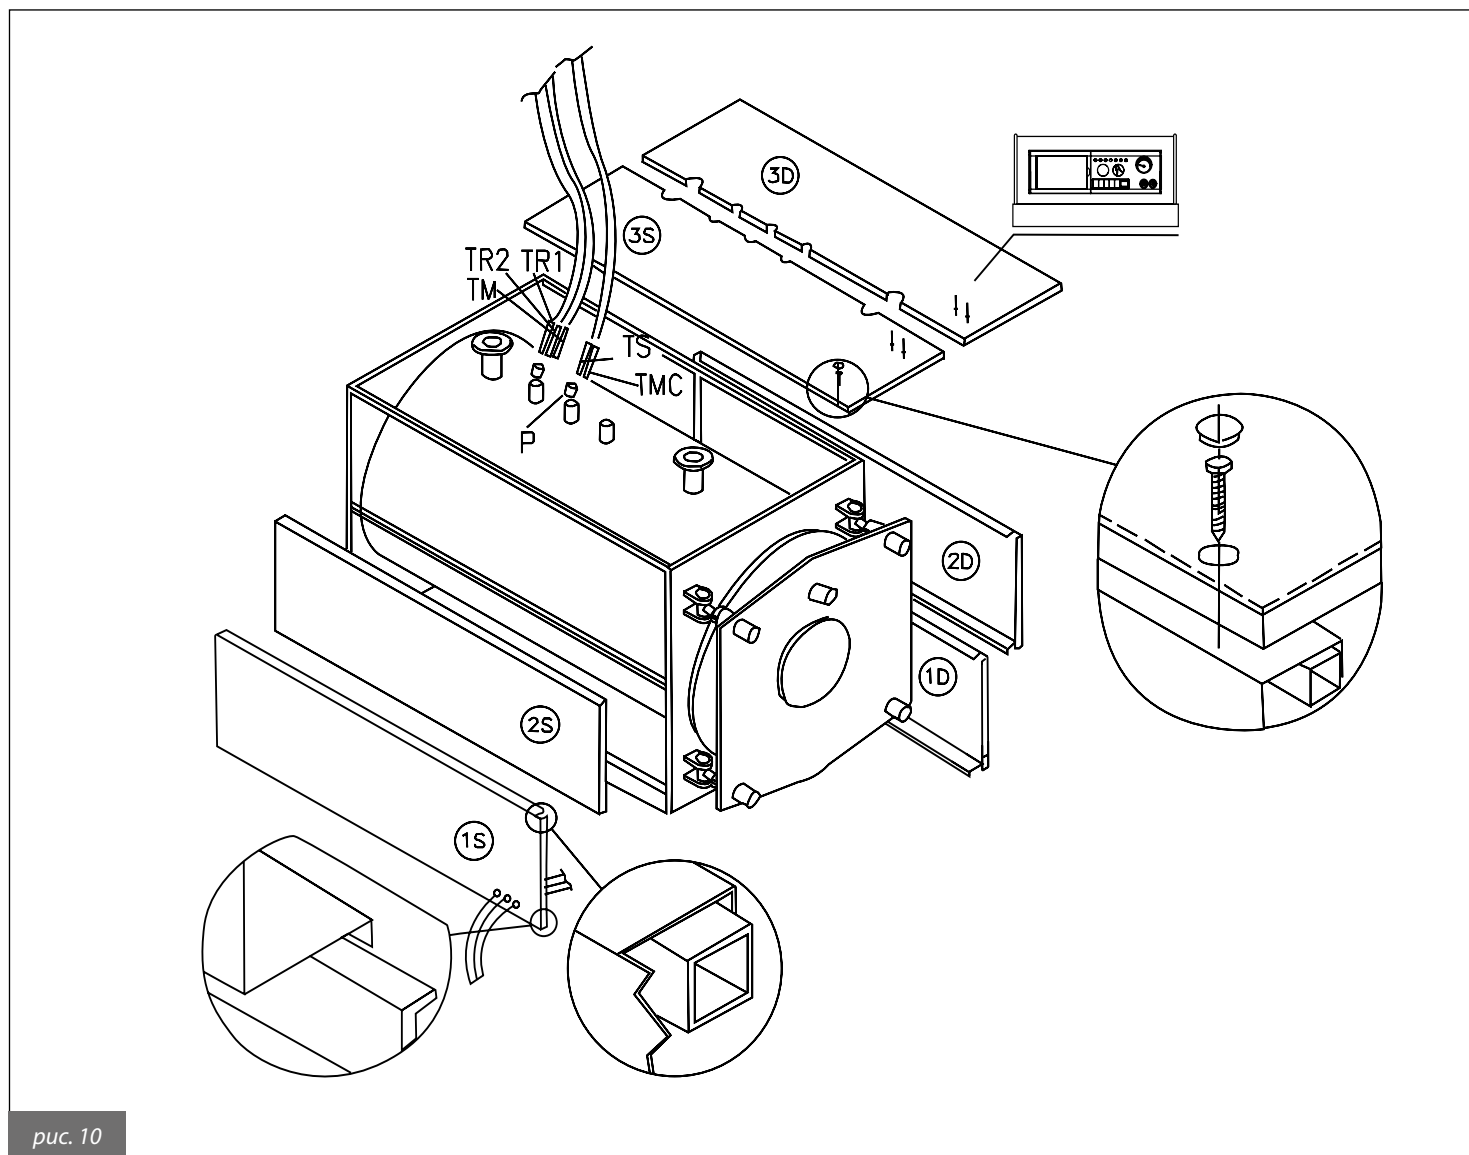

рис. 10
4.2. Обшивка котла панелями для RODI DUAL и RODI DUAL HR 500÷1300 (рис. 10)
- d) Установить верхнюю панель (3S) на котле и закрепить на ней пульт управления. Размотать капилляры термостатов и термометра и установить держатели в соответствующие колодцы (P).